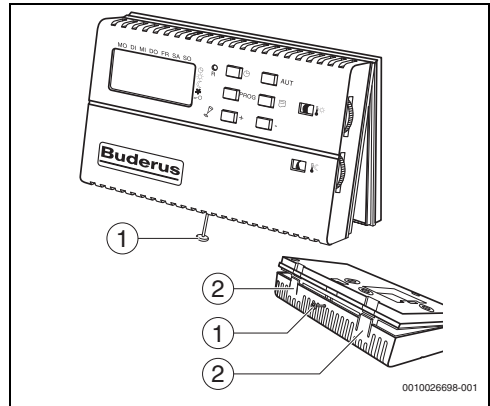

Bild 10 Gehäusedeckel des Raumreglers
- ▶ Schraube an der Unterseite des Raumreglers (→ Bild 10, [1]) lösen.
- ▶ Laschen (→ Bild 10, [2]) vorsichtig mit einem Schraubendreher nach oben drücken und Gehäusedeckel vom Wandhalter abnehmen.
- ▶ Schraube (→ Bild 10, [1]) an der Kabelabdeckung des Wandhalters [1] lösen und Kabelabdeckung aufklappen.
- ▶ Gehäusedeckel an der Oberseite des Wandhalters einhängen und die beiden Laschen (→ Bild 10, [2]) an der Unterseite einrasten lassen.
- ▶ Schraube an der Unterseite des Raumreglers (→ Bild 10, [1]) wieder festziehen.